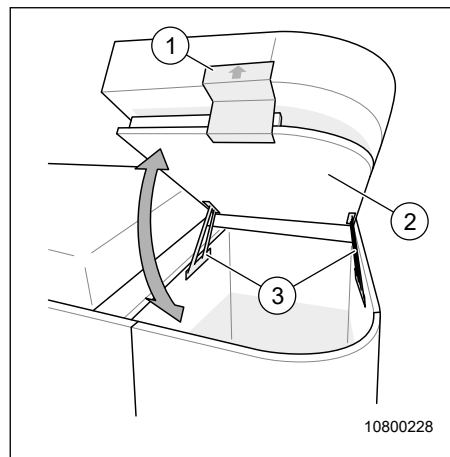

Fig. 54 Élévateur lit arrière
1. Pousser le panneau (Fig. 54, pos. 2) avec le sommier en deux parties complètement vers le haut à l'aide de la poignée (Fig. 54, pos. 1).
2. Le panneau (Fig. 54, pos. 2) est automatiquement maintenu en position supérieure grâce à la charnière (Fig. 54, pos. 3).